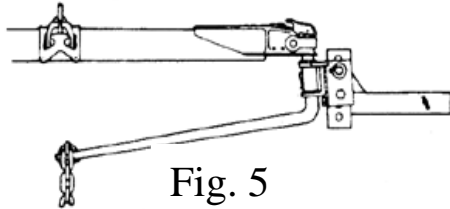

Fig. 5
6. Soulever la flèche de remorque et l'arrière du véhicule à l'aide du vérin de timon. Environ 8 à 12 pouces. Abaisser la fourche du support encliquetable jusqu'à ce qu'il soit parallèle au sol, et glisser le maillon le plus proche au-dessus du crochet (s'il y a moins de 5 maillons entre le crochet et le boulon en U, ajuster l'angle du support de boule et répéter la procédure - voir Figs 5 à 8 ci-dessous). Support encliquetable au-dessus de la fourche, élever jusqu'à ce que la fourche ait été « décentrée ». Glisser l'agrafe à ressort ③ dans le petit trou pour verrouiller la fourche en place. Répéter du côté opposé.